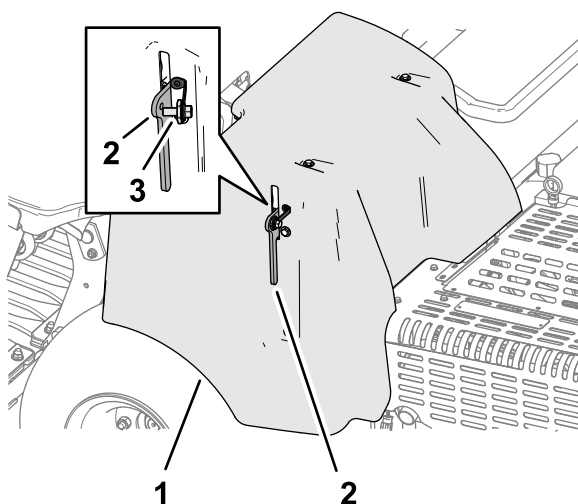

Figura 147
4. Se la macchina presenta un cordino di fissaggio del copricinghia CE, avvitate il bullone del cordino nel foro del copricinghia e serrate il bullone (Figura 147).